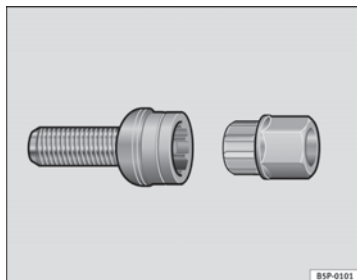

Fig. 199 Boulons de roue antivol
- Introduisez l'adaptateur au maximum dans le boulon antivol de la roue ⇒ fig. 199.